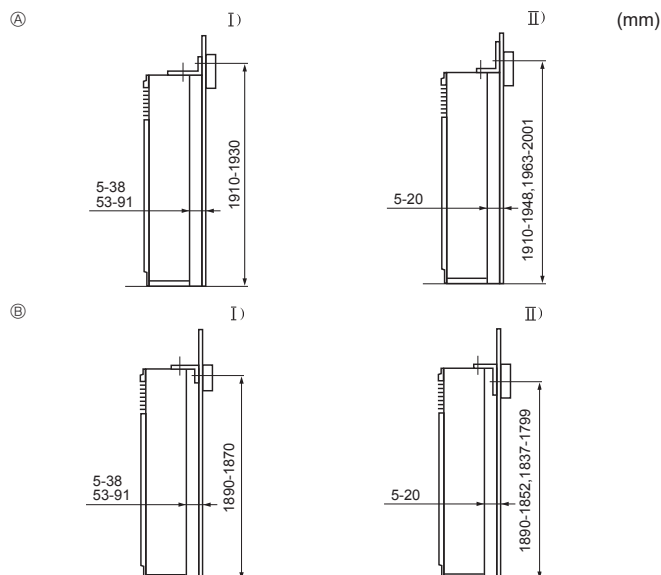

Fig. 3-3
- ① Beveiligingsbeugel
De beveiligingsbeugel ① bevindt zich aan de bovenkant van het apparaat. Verwijder de zelftappende schroeven ② en plaats de beveiligingsbeugel hierna zoals getoond in de afbeelding. Zie Fig.3-3 voor de juiste afstanden bij installatie van de beveiligingsbeugel.
- E Verwijder de schroeven ② en trek de grill naar voren om deze te verwijderen.
3.3. Aanbrengen van de beveiligingsbeugel (Fig. 3-3)